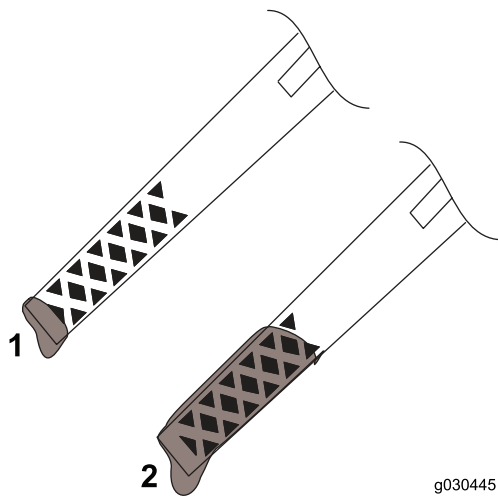

Figure 16
- Ajoutez de l'huile, si le niveau est en dessous du repère du minimum sur la jauge (Figure 16). Voir Vidange de l'huile moteur \(page 15\).
- Si le niveau d'huile dépasse le repère maximum (Figure 16), vidangez l'excédent d'huile pour faire redescendre le niveau au repère maximum sur la jauge ; voir (page ).